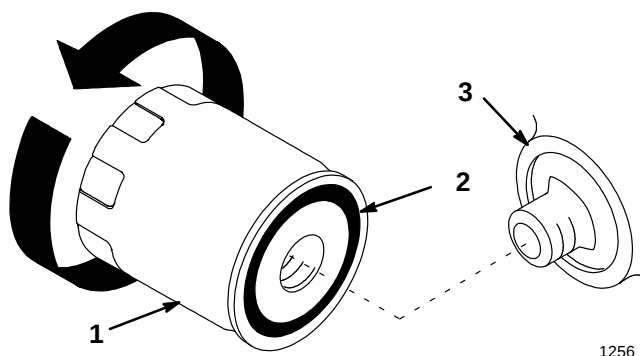

Abbildung 46
2. Den Hinterachsenfilter entfernen und die Dichtungsfläche des Filteradapters (Abb. 46) abwischen.
3. Eine dünne Schicht neues Öl auf die Gummidichtung am Austauschfilter geben (Abb. 46).
4. Den Austauschfilter am Filteradapter anbringen. Den Filter im Uhrzeigersinn drehen, bis die Gummidichtung den Filteradapter berührt. Dann den Filter um eine weitere 3/4 Umdrehung festziehen (Abb. 46).